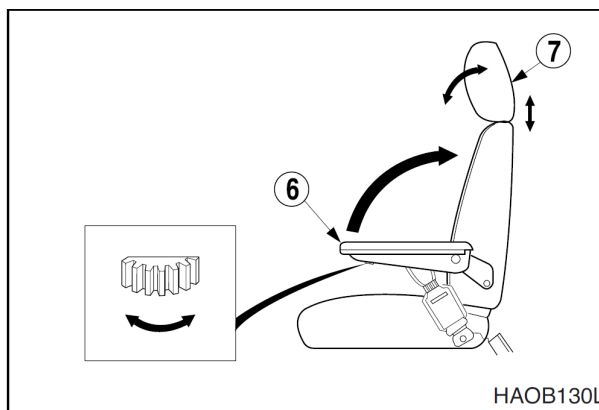

Рис. 84
6. РЕГУЛИРОВКА УГЛА РАСПОЛОЖЕНИЯ ПОДЛОКОТНИКА (рис. 84)
Регулировка угла левого и правого подлокотников производится поворотом колеса (6, рис. 84), расположенного в основании подлокотника. При регулировании угла, рукой поднять подлокотник, до поворота колеса.
7. ПОДГОЛОВНИК (РИС. 84)
Подголовник (7, рис. 84) можно регулировать вперед/назад и вверх/вниз. Двигать, держа за две стороны.